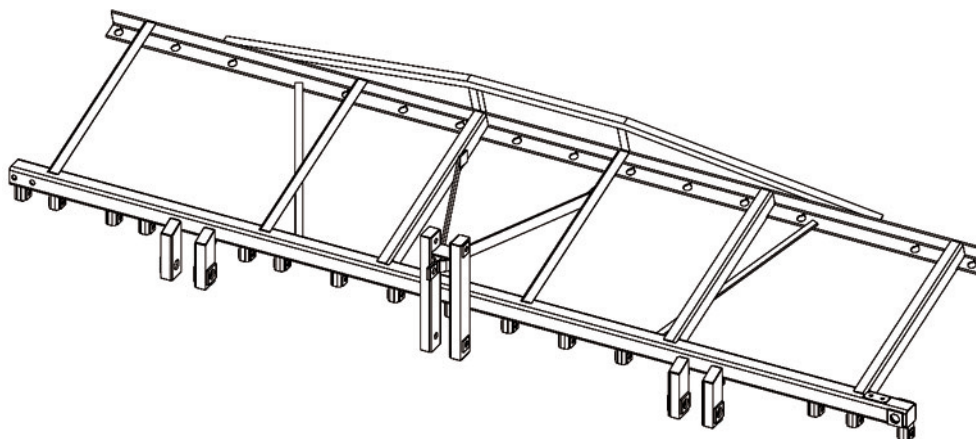

Рис.2
3.1. Рама культиватора является основной несущей частью конструкции и представляет собой жесткую сварную конструкцию, состоящую из труб. Рама (рис.2) предназначена для крепления на ней рабочих органов и прицепного устройства.